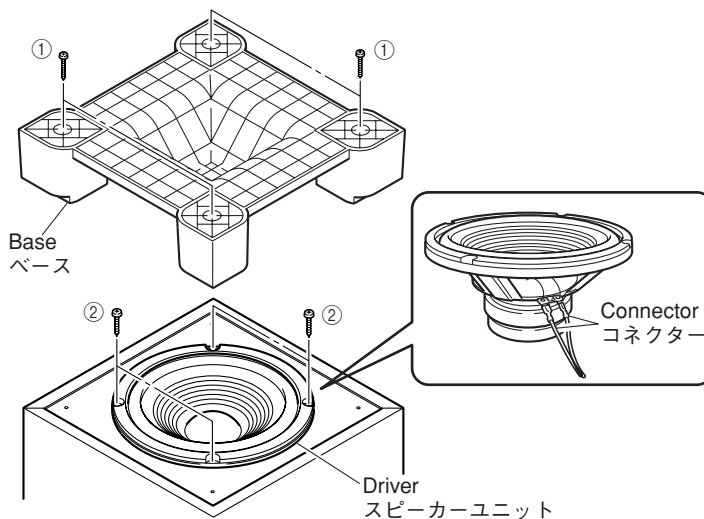

Fig. 1
- Remove 4 screws (①) and then remove the Base. (Fig. 1)
- Remove 4 screws (②) and then remove the Driver. (Fig. 1)
- Disconnect the connector connected to the terminal of the Driver. (Fig. 1)
- ①のネジ4本を外し、ベースを取り外します。(Fig. 1)
- ②のネジ4本を外し、スピーカーユニットを取り外します。(Fig. 1)
- スピーカーユニットの端子に接続されているコネクタを外します。(Fig. 1)